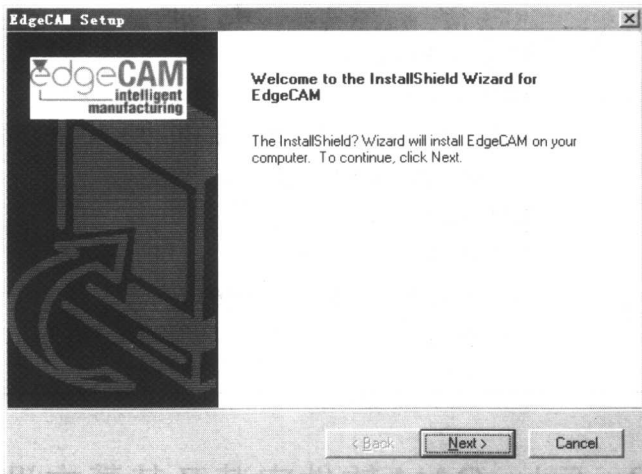

图 1.3 安装向导
(3) 安装向导自动启动，如图 1.3 所示。用户可根据安装向导提示的步骤和要求来完成整个安装过程，这里直接单击【Next (下一步)】按钮。